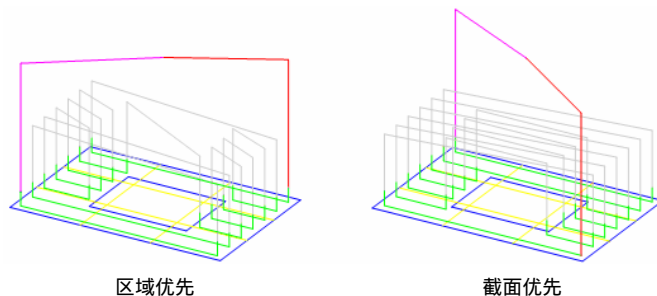

图 7-90 加工顺序
- 【加工顺序】：加工顺序有以下两种选择方式，如图 7-90 所示。